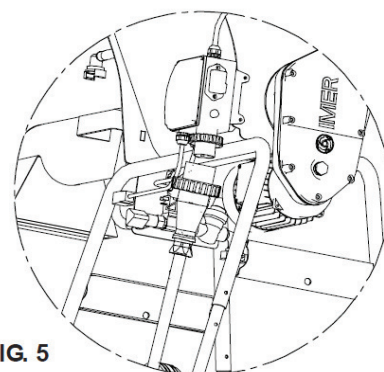

FIG. 5
10.1 BRANCHEMENT ELECTRIQUE (voir fig.5)
Raccorder l'alimentation à la fiche du mélangeur située sur le tableau électrique (fig.5).